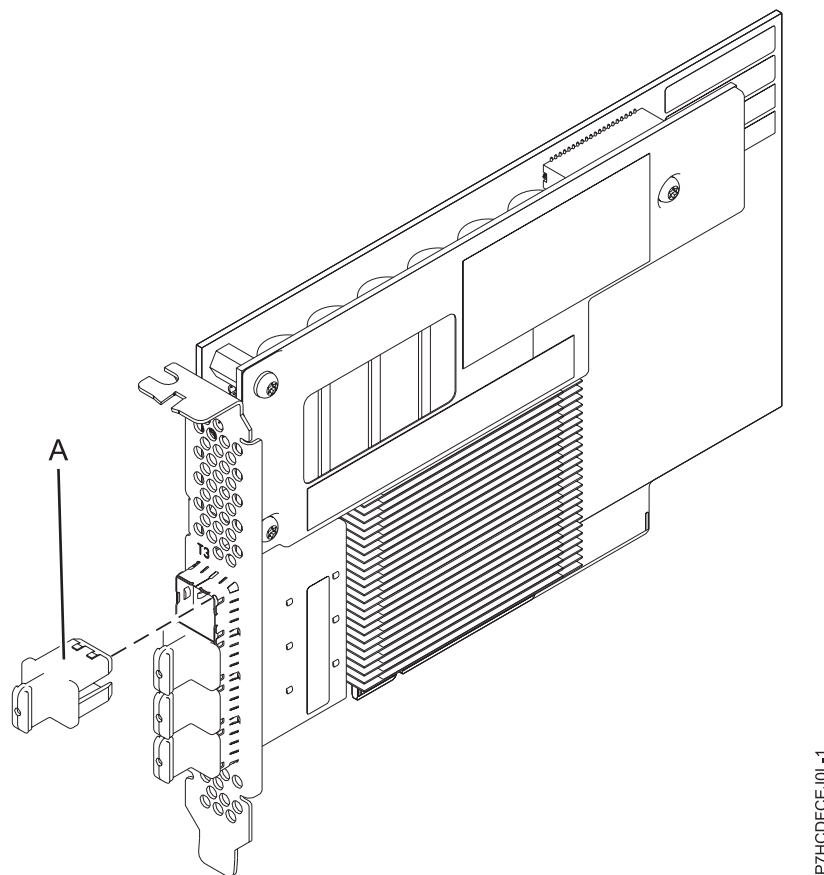

Figure 16. Carte PCIe3 avec cache SAS RAID de 12 Go, 6 Go.
La figure 16 présente la carte PCIe3 avec cache SAS RAID de 12 Go, quatre ports, 6 Go. Le capuchon du connecteur (A) est installé dans un port vide et empêche que ce port ne soit endommagé lorsqu'un câble d'un connecteur de port adjacent est branché ou retiré.
La carte FC EJ0L est une carte courte, de largeur simple, pleine hauteur. La figure 16, à la page 41 présente la carte FC EJ0L. Chaque carte FC EJ0L requiert la présence d'une autre carte FC EJ0L sur ce serveur, ou sur un autre serveur, pour opérer en paire avec la carte SAS RAID et activer la fonctionnalité de cache et les autres fonctions haute disponibilité, multi-initiateurs (adaptateur d'E-S de stockage double).